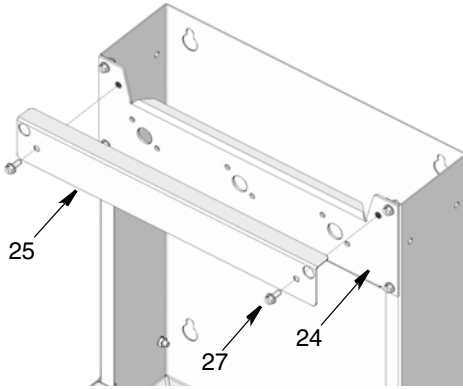

FIG. 19
4. Remova os parafusos (27) e o painel de acesso (25) (consulte FIG. 19).